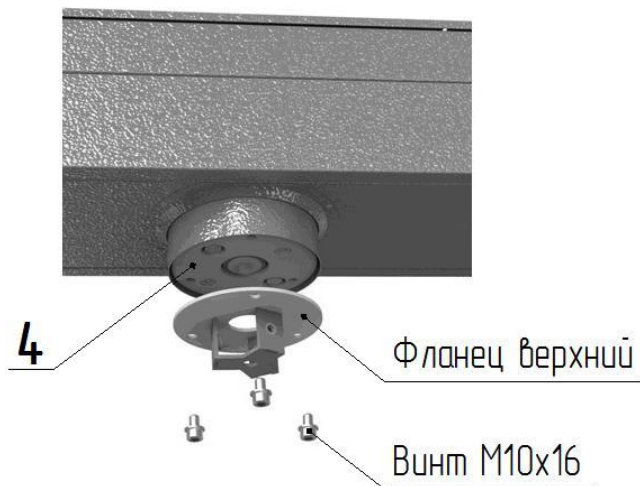

Рис. 3
2. Сборка центральной стойки (рис.3, 4):
– установите на диск муфты привода **4** (рис.3) верхний фланец центральной стойки и закрепите винтами М10х16, нижний фланец прикрепите к фланцу вала опоры центральной стойки **7** винтами М8х16, в первую очередь установите на посадочные плоскости фланцев лопасть с внутренними кронштейнами (рис.4), расположение "верх" указано маркировкой и закрепите винтами М8 (не затягивая их);